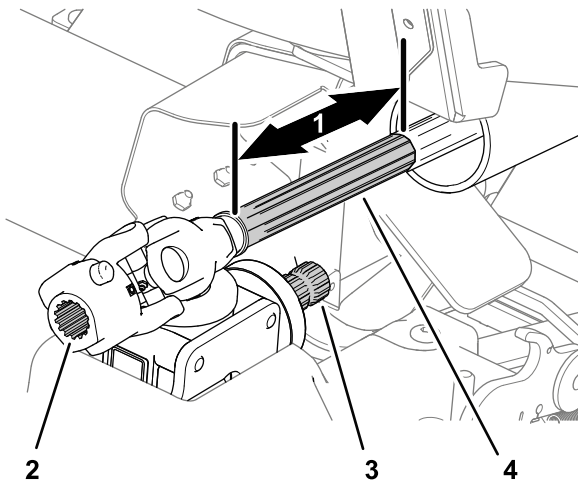

Bild 54
2. Ziehen Sie die vordere Hälfte der Antriebswelle (Bild 54) um 25 cm nach vorne.
3. Reinigen Sie die Keile der Getriebewelle und die Keile der Antriebswelle (Bild 54).
4. Reinigen Sie die Gleitoberfläche der vorderen Antriebswelle (Bild 54).
5. Tragen Sie Gleitmittel auf die Keile der Getriebewelle und der Antriebsgelenkkupplung auf (Bild 54).
6. Tragen Sie Gleitmittel auf die Gleitoberfläche der vorderen Antriebswelle auf (Bild 54).